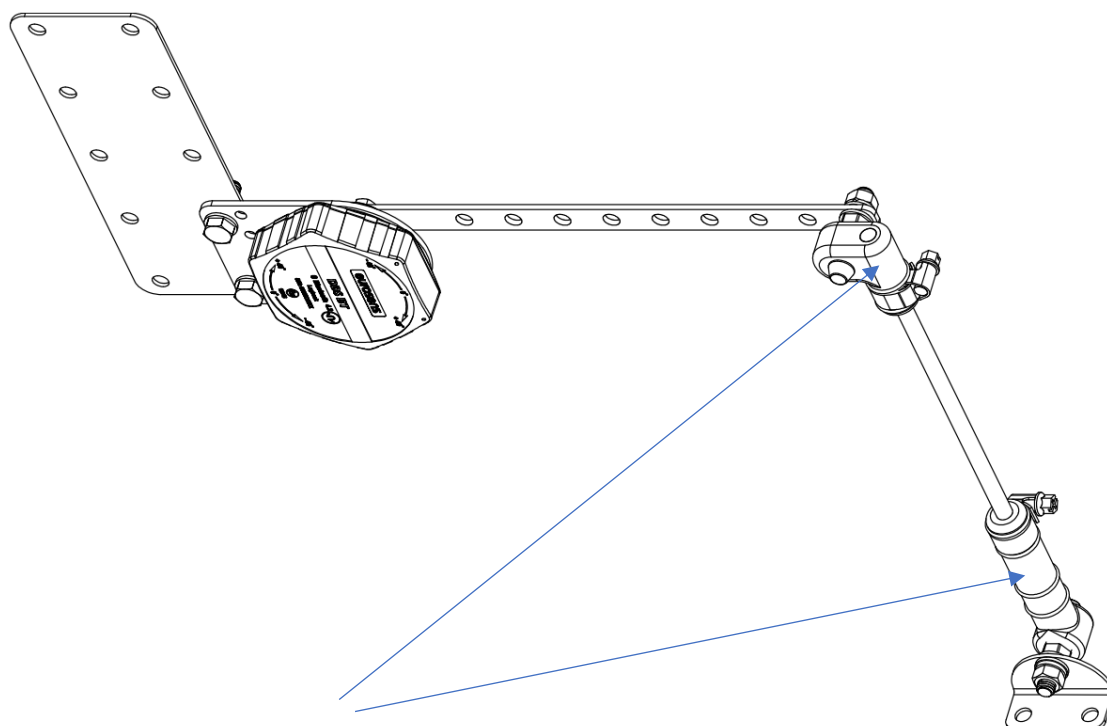

Рис. 2.3. Установленный датчик eurosens DDS BT и упругие элементы тяги
4) Для обрезки тяги сначала снять упругий элемент, после установить упругий элемент на прежнее место (рис. 2.3).